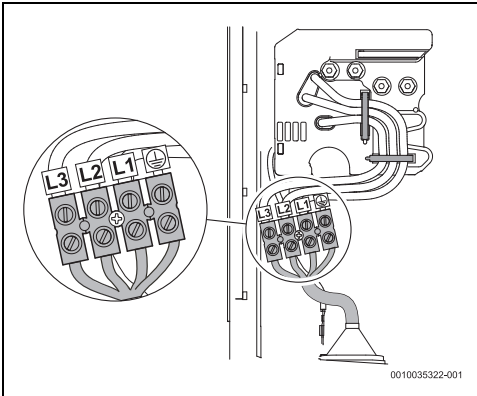

Fig. 44 Raccord inférieur
- Raccordement inférieur (fig. 44)